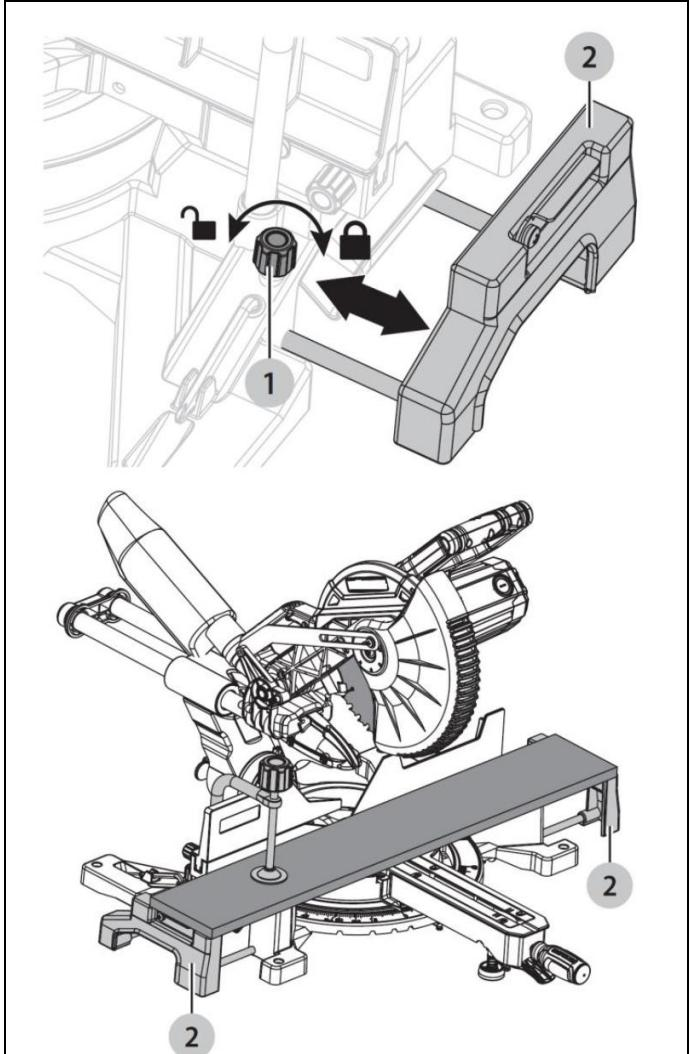

Рисунок 18
### 5.5 Создание опоры длинным заготовкам (Рис.18)
(См. Рис. 18)
- При резании длинных заготовок или плинтуса поддерживайте противоположный конец заготовки с помощью расширения стола. (См. Рис. 18)